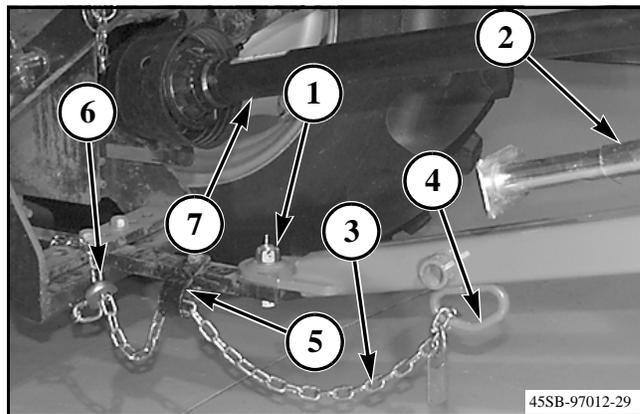

FIG. 3
FIG. 3: Retroceda el tractor hasta la enfardadora. Haga coincidir la barra de tiro con el enganche de la enfardadora e instale el perno de enganche de 1 pulg., la tuerca hexagonal ranurada y el pasador de chaveta (1). Ajuste el perno a 875 Nm (645 lbf pie).